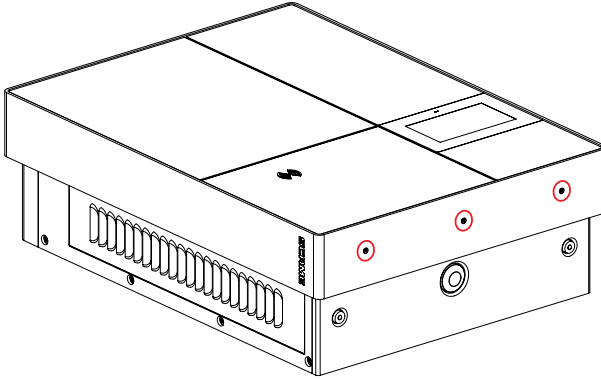

Imagen 2: Tornillos del lado superior del marco metálico
- Saque el soporte de montaje de la bolsa. Vea la imagen 2.
- Coloque el soporte en una superficie vertical, limpia y plana y alinéelo horizontalmente. La colocación debe realizarse de manera que la flecha apunte hacia arriba y mantenga la marca "UP" orientada contra la pared. La imagen 2 muestra las distancias mínimas, tanto del suelo como de los objetos laterales, que hay que tener en cuenta al colocar el soporte.